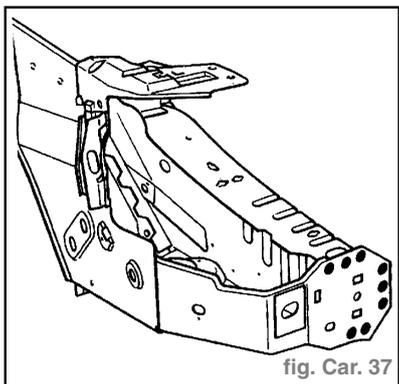

fig. Car. 37
- Liaison avec traverse latérale extrême avant (fig. Car. 37)